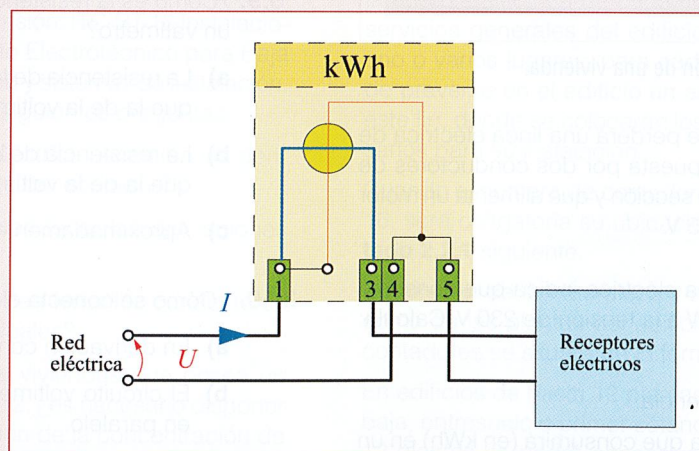

Figura 3.9.
- 3.2. Medida de la energía eléctrica.** Con ayuda del esquema de conexiones del contador de energía de la Figura 3.9 conecta un grupo de lámparas o un motor eléctrico de potencia conocida a un contador. Anota la lectura inicial del contador, deja pasar una hora y toma la lectura de nuevo. Averigua la energía consumida y comprueba si el resultado obtenido es similar al obtenido al multiplicar la potencia de los receptores conectados por el tiempo.